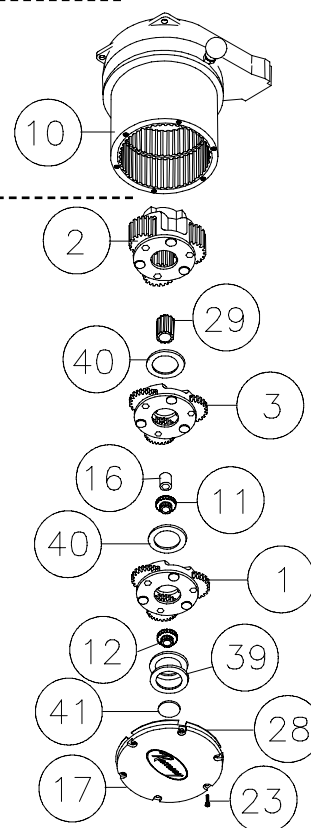

Figure 2
3. Soulever délicatement le logement de l'engrenage en manipulant les éléments internes (roues, bagues, etc.) de manière à ce qu'ils s'empilent sur l'établi (figure 2).